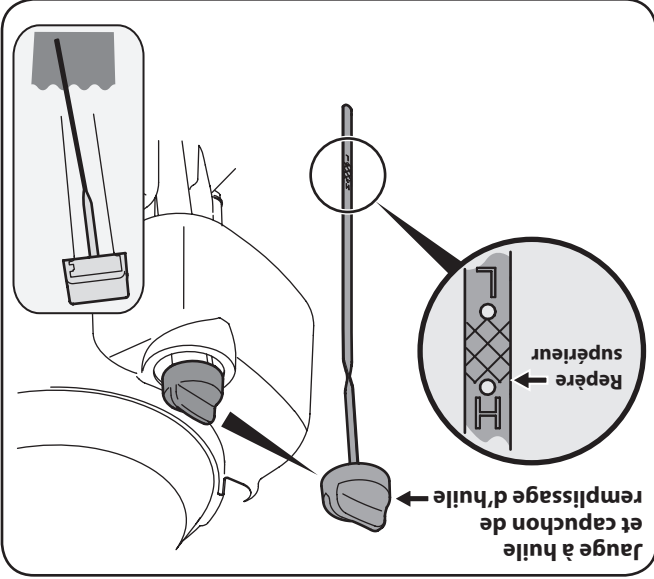

Figure 3-2
2. Enfoncez la jauge à huile dans le goulot de remplissage de l'huile. Tournez la jauge ¼ de tour en position verrouillée pour bien l'ajuster. Voir la Figure 3-2.
4. Si le niveau d'huile est bas, ajoutez lentement de l'huile jusqu'au repère supérieur sur la jauge. Voir l'encadré de la Fig. 3-2.